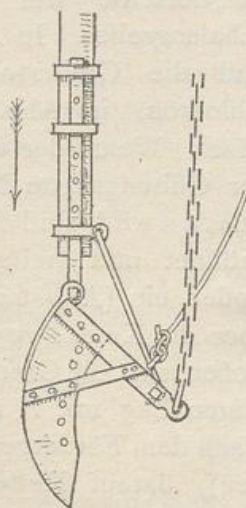

Abb. 62.
4. Die sogen. indische Schaufel (Abb. 62 u. 63). Sie besteht aus einer eisernen Schaufel mit daran befindlichem Hebelarm. Die Schaufel ist nahe ihrer Befestigungsstelle am Stiel drehbar. Beim Hinabführen hängt die Schaufel senkrecht herunter (Abb. 62) und ist